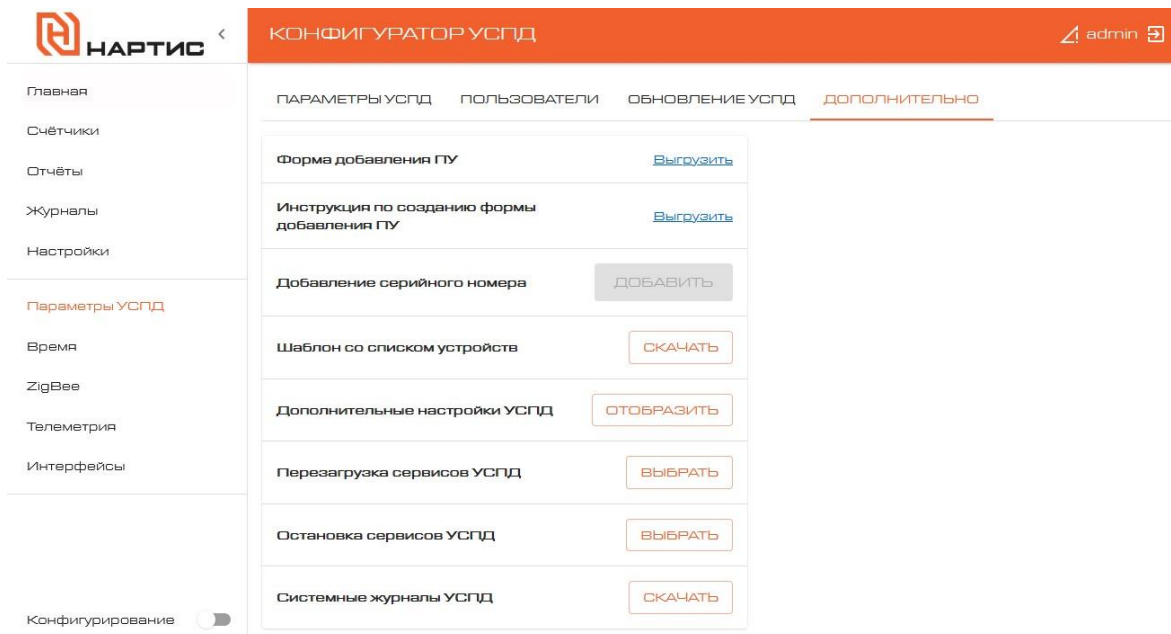

Рисунок 18 – Вкладка «ДОПОЛНИТЕЛЬНО» раздела «Параметры УСПД»
- перейти на вкладку «ДОПОЛНИТЕЛЬНО» (рисунок 18);